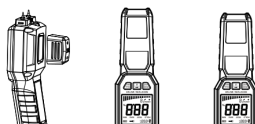

Рисунок 3
- 3) Снимите защитную крышку и силиконовую втулку; уберите крышку в задний отсек (рисунок 3).
- 4) Введите щупы перпендикулярно материалу. Не погружайте их глубже ограничителя (рисунок 3).